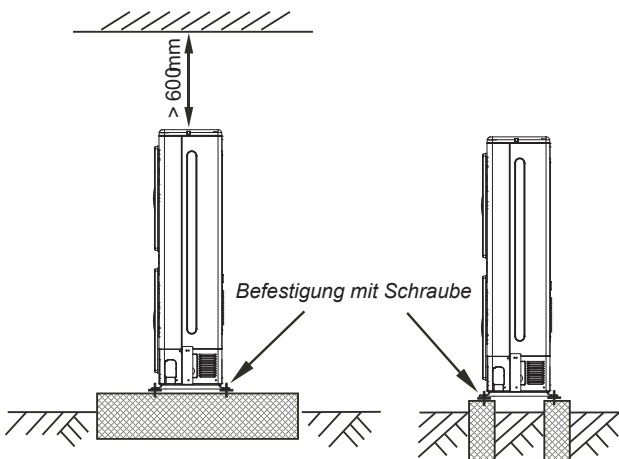

Abb. 6-8
- 3) Stellen Sie das Betonfundament entsprechend den Abmessungen der Außengeräte her (siehe Abb.6-8).
- 4) Befestigen Sie die FüÙe dieses Geräts mit Bolzen, um zu verhindern, dass es im Falle eines Erdbebens oder starken Windes zusammenbricht (siehe Abb. 6-8).